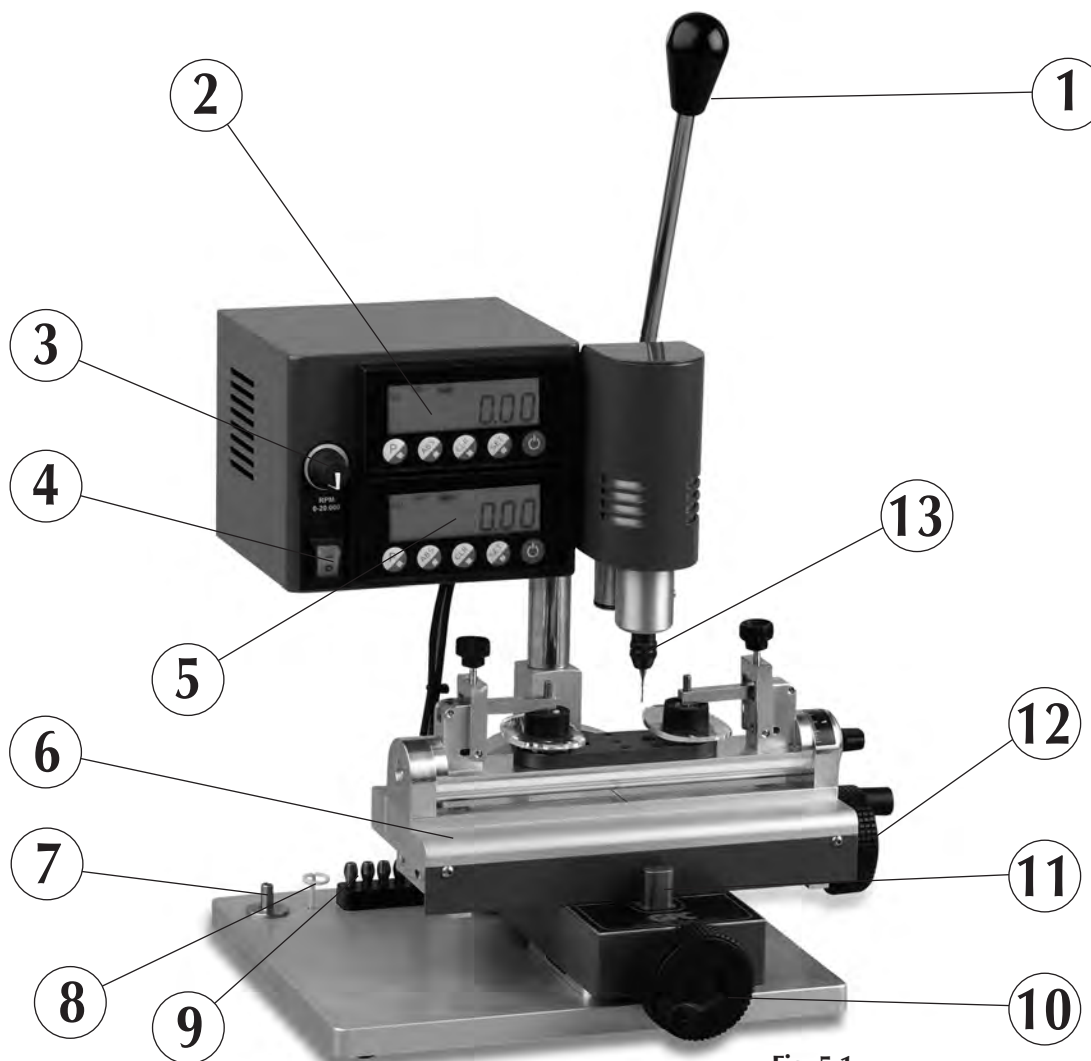

Fig. 5.1
Antes de efectuar las operaciones siguientes, es necesario controlar que la cabeza esté fijada a la columna mediante la manecilla de fijación correspondiente. Levantar manualmente la máquina, en los puntos indicados en la Fig. 3.1, y colocarla sobre una superficie situada delante del operador, perfectamente horizontal para garantizar una estabilidad adecuada; llevando el interruptor general ref. 4 Fig. 5.1 a la posición OFF, conectar el cable de alimentación **primero a la máquina y después a la toma de corriente**.